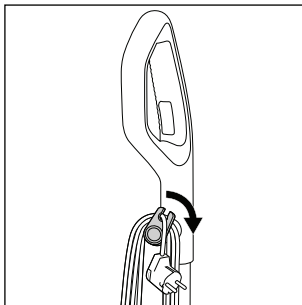

Fig. 16
- ♦ Desenrole totalmente o cabo de alimentação **17** dos suportes de cabo superior e inferior **16/20**. Para desenrolar rapidamente o cabo de alimentação **17** dos suportes de cabo **16/20**, puxe o suporte de cabo superior **16** um pouco para fora e rode-o para baixo (ver fig. 16).